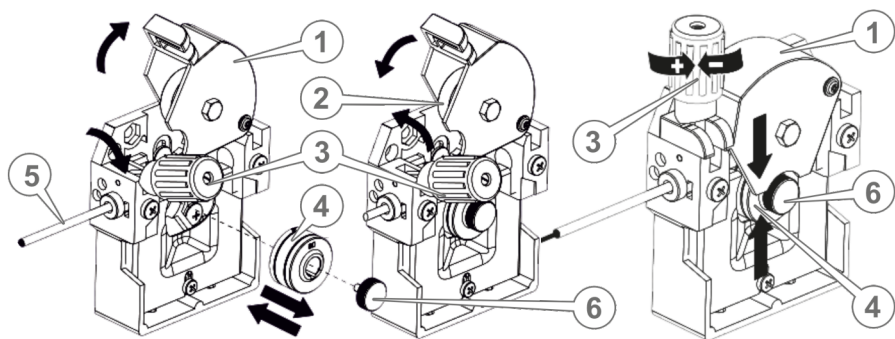

Рисунок 5. Схема заправлення зварювального дроту у механізм подачі.
6. Вставити зварювальний дріт у механізм подачі (2, рис. 4; рис. 5), для чого:
- послабити притискний гвинт (3, рис. 5) і відкинути його убік, як зображено на рисунку 5;
- підняти планку (1, рис. 5) з притискним роликом (2, рис. 5) для доступу до напрямних механізму протягування;
- переконатися в тому, що на кінці дроту немає задирок, здатних пошкодити внутрішню частину тракту, вставити зварювальний дріт у напрямний канал (5, рис. 5) та обережно просунути його у вхідний отвір зварювального рукава на 100–150 мм;
- вкласти зварювальний дріт у канавку ролика подачі (4, рис. 5) під вибраний діаметр та матеріал дроту (V-подібна канавка для дроту діаметром 0,6; 0,8 мм або U-подібна канавка для дроту діаметром 0,8; 1,0 мм). За необхідності змінити положення ролика, для чого відкрутити фіксуєчий гвинт ролика (6, рис. 5), встановити ролик потрібного типу і зафіксувати фіксуєчим гвинтом.
7. Планку (1, рис. 5) з притискним роликом (2, рис. 5) повернути до робочого стану та зафіксувати її гвинтом (3, рис. 5).